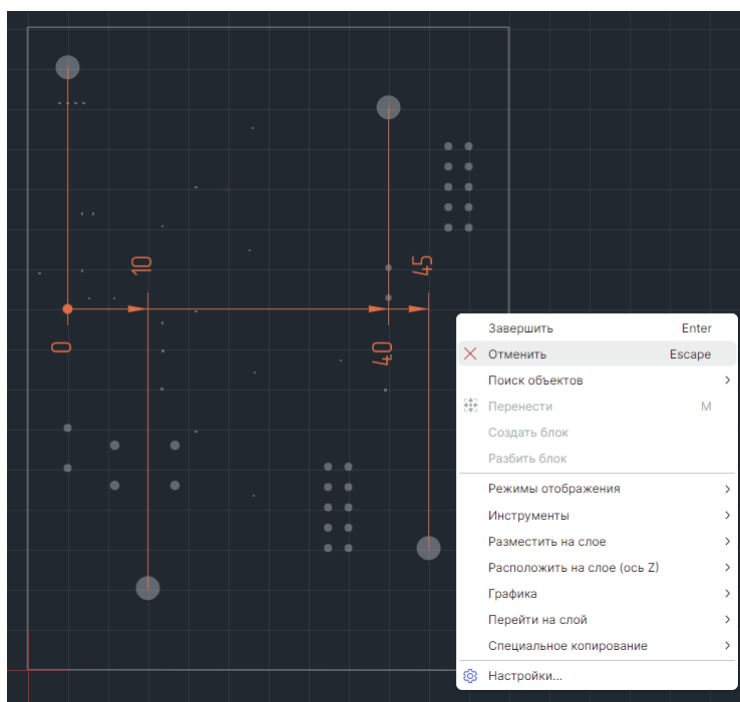

Рис. 448 Отмена размещения размерной линии
7. Размещение линии можно отменить, для этого нажмите клавишу «Escape» или вызовите контекстное меню и выберите «Отменить», см. Рис. 448.